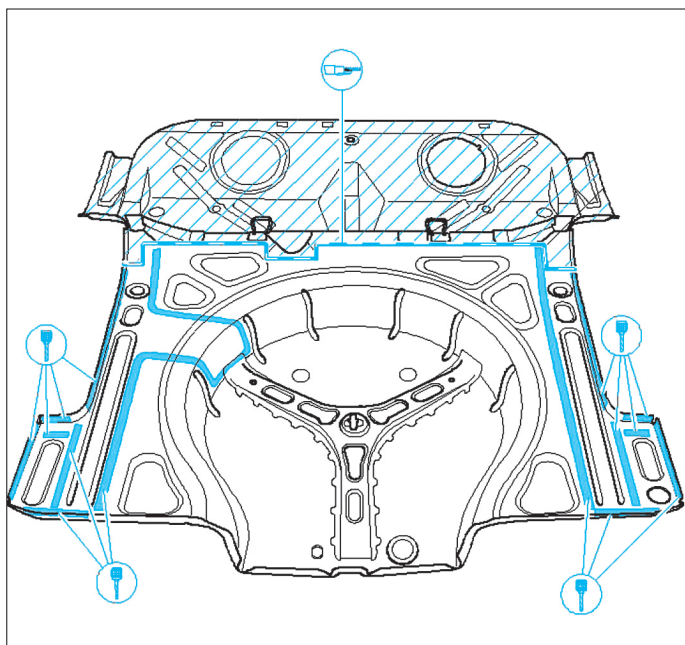

FIG. 69
- Sur la pièce neuve, percer les orifices nécessaires avec un foret de 5 mm de diamètre pour les soudures par bouchonnage (**Fig.69**).